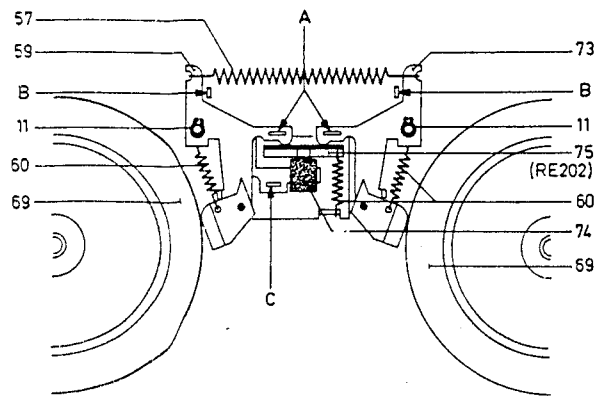

Fig. 18
## Einstellen des Bremsmagneten und der Bremsen (siehe Abb. 18 und 20)
- Einstellen geschieht durch Biegen der Nocken A. Es ist darauf zu achten, dass der linke und der rechte Nocken gleich stehen (siehe Abb. 18).
- Einstellen geschieht durch Biegen der Nocken B (siehe Abb. 18).
- Bei angezogenem Bremsmagneten muss der Abstand zwischen Magnetanker und Anschlagblock (74) 0,35 - 0,4 mm betragen.
- Einstellen geschieht durch Biegen von Nocken C (siehe Abb. 18).